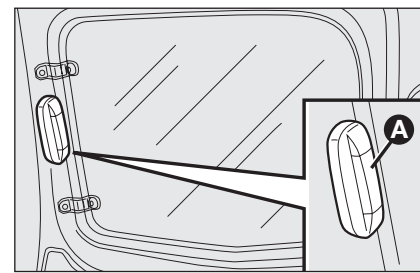
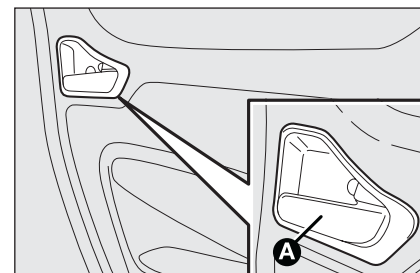

fig. 63
fig. 64
**Ouverture:** Appuyer sur le dispositif **A-fig. 63** pour débloquer la portière, tirer ensuite le levier **A-fig. 64** et faire glisser la portière vers la partie arrière du véhicule jusqu'à la butée qui l'arrête.
**Fermeture:** appuyer sur le dispositif **A-fig. 63** pour débloquer la portière et la faire ensuite glisser vers la partie avant du véhicule.